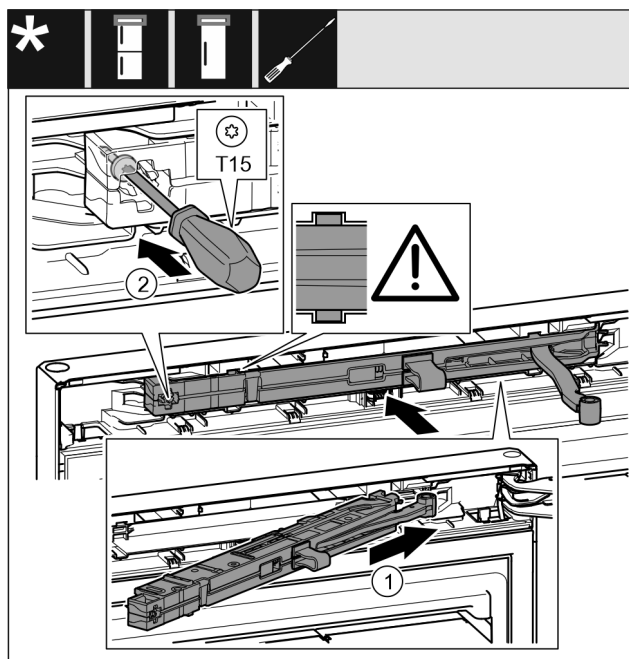

Fig. 49
- ▶ Introduire à fond l'amortisseur de fermeture du côté du support de palier dans la rainure en l'inclinant. Fig. 49 (1)
- ▶ Serrer la vis avec un tournevis T15. Fig. 49 (2)